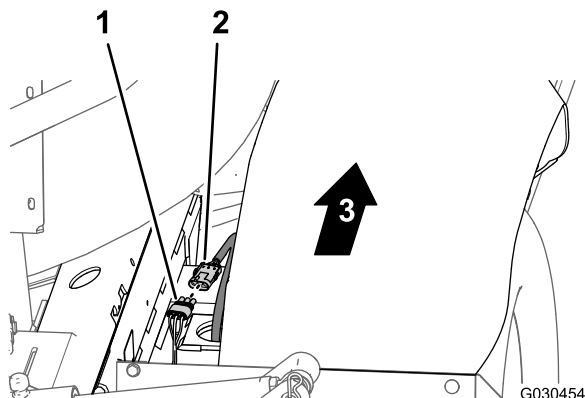

图117
2. 在机器背面右机架管与右挡泥板之间将右液压驱动马达上速度传感器线束的 3 针接头连接至后线束的 3 插槽接头未标记 图117。